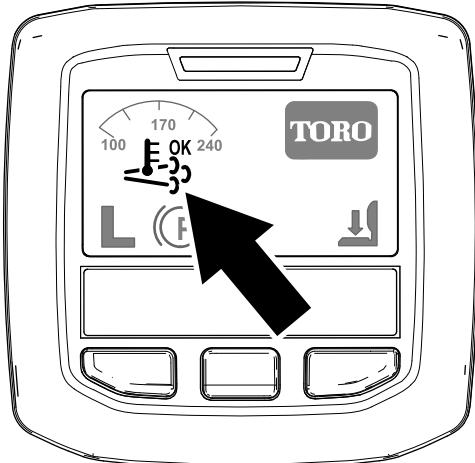

Figura 43
- Nell'InfoCenter viene visualizzata l'icona di rigenerazione assistita/ripristino (Figura 43).